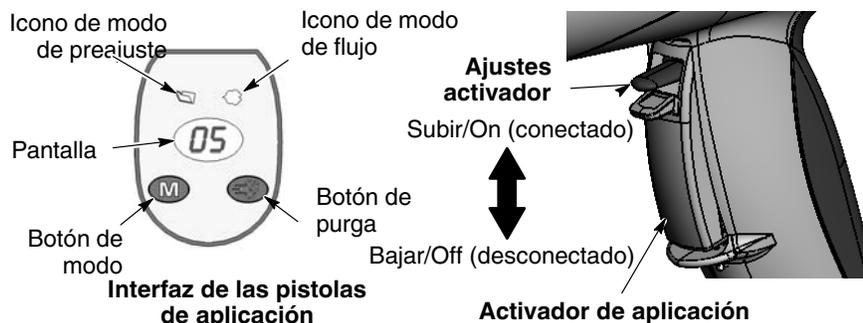

Figura 4-3 Controles de las pistolas
1. Ver la figura 4-3. Liberar el activador de aplicación. No se pueden modificar los preajustes cuando la pistola está activada.
1. Ver la figura 4-3. Pulsar el botón **Modo** hasta que se ilumine el icono **Modo de flujo**.
1. Ver la figura 4-3. Apuntar con la pistola hacia la cabina y soltar el activador de aplicación.